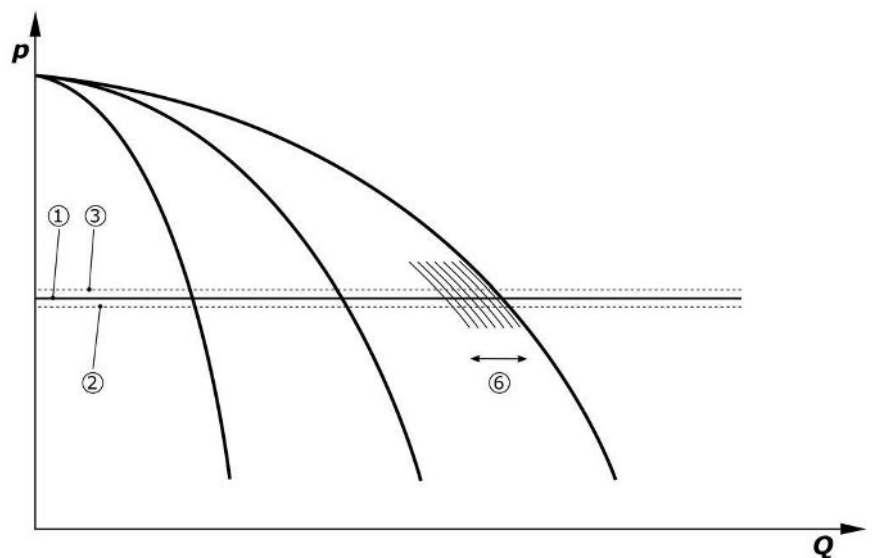

Fig. 7: Стартиране на третата помпа
Ако няма съобщение „Външно изкл.“ и не е налице повреда и задвижващите механизми и автоматичния режим са активирани, при спадане на стойността под праговата стойност за включване (2) се стартират една или повече помпи с управление на оборотите (Fig. 7). Помпите работят с общи синхронни обороти. Само помпите, които се включват или изключват, могат да имат за кратко време други обороти.